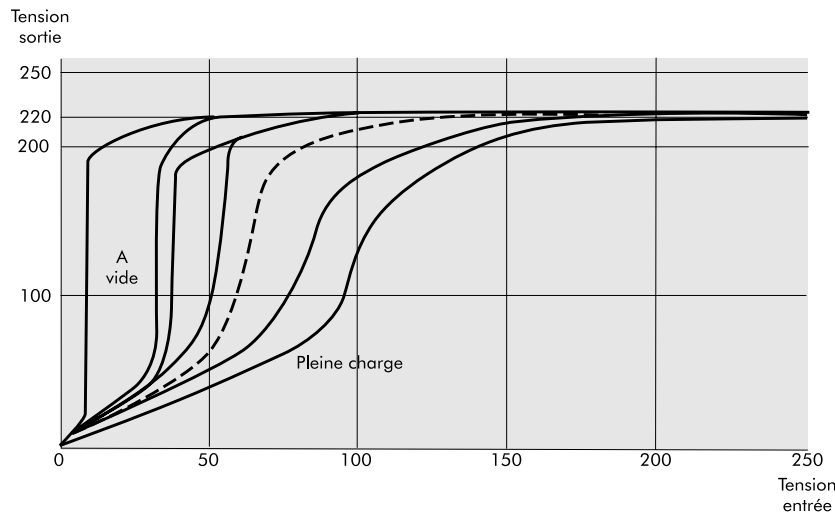

Figure 8 – Caractéristiques d'entrée et de sortie d'un CVT
A ce moment, la tension de sortie est élevée à cause de la résonance du circuit bien que la tension d'entrée soit assez basse (Figure 8). L'enroulement neutre permet alors de réduire la distorsion de sortie (d'environ 20%) jusqu'à moins de 3%.
- ♦ La capacité, à faibles charges, d'avoir une gamme de tensions d'entrée exceptionnellement large. A 25% de charge, la sortie est maintenue à  $\pm 5\%$ , même lorsque la tension d'entrée est à seulement 35% de la tension nominale (figure 8).